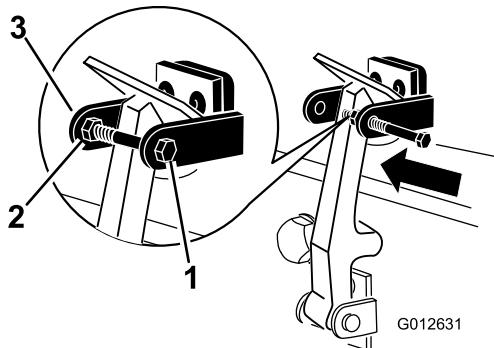

Bild 8
7. Schrauben Sie die Schraube in den anderen Arm der Motorhaubenhalterung, um den Riegel zu arretieren (Bild 8). Ziehen Sie die Schraube (nicht die Mutter) an.